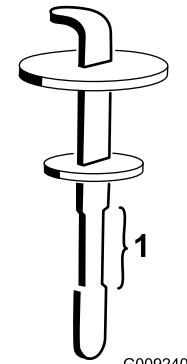

Figura 128
5. Retire la varilla del cuello de llenado y límpiela con un paño limpio. Inserte la varilla en el cuello de llenado y, a continuación, retírela y compruebe el nivel del aceite (Figura 128).